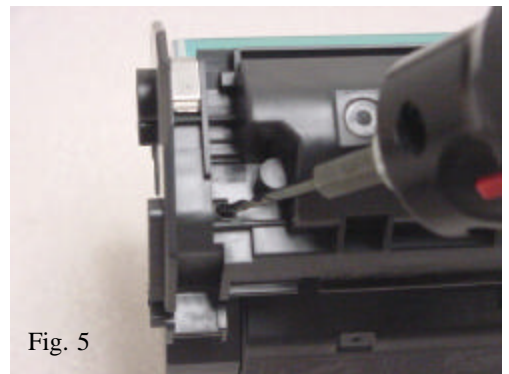
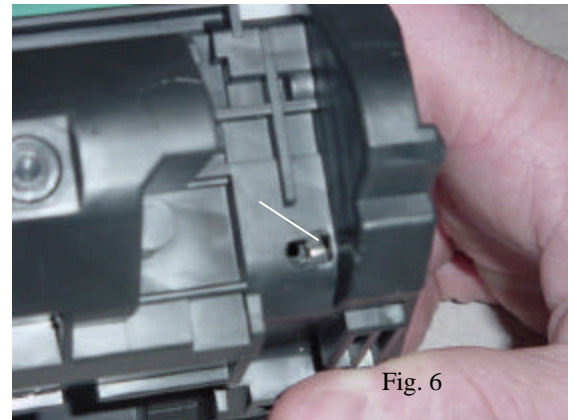

Fig. 5
Fig. 6
4. Usando un taladro del 3/32" **drill bit** cuidadosamente perfóre un agujero pequeño en la cubierta plástica donde se localiza el perno del cartucho (fig. 5). Repita este proceso en el lado opuesto del cartucho donde se localiza el segundo perno del cartucho (fig. 6).